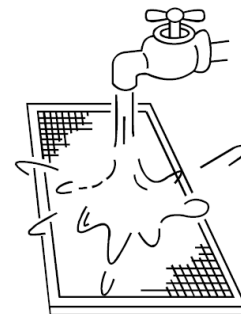

Fig. 6-4
- El lado de entrada de aire debe estar en dirección hacia abajo al usar agua. (Véase *Fig. 6-4*)